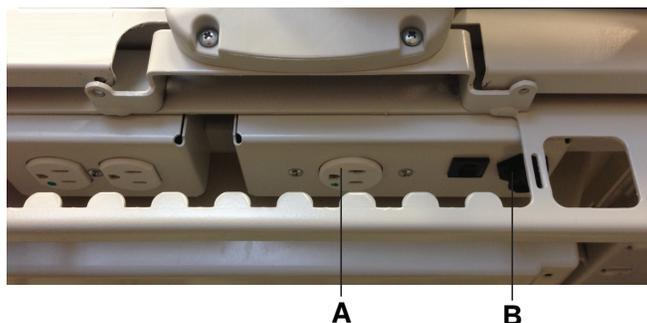

Figure 40 – Prise du connecteur de matelas auxiliaire
2. Raccorder le câble d'intégration de la surface de support au connecteur de matelas auxiliaire (B) (Figure 40).
3. Brancher le cordon d'alimentation de la surface de support sur la prise du connecteur de matelas auxiliaire (A).